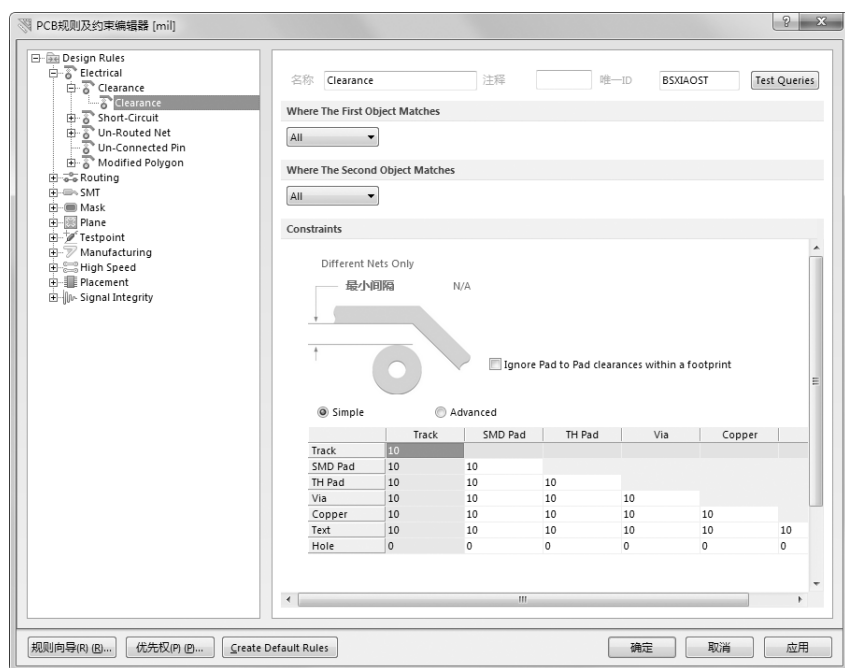

图 9-3 安全间距规则对话框
(1) “Clearance”（安全间距规则）：单击该选项，对话框右侧将列出该规则的详细信息，如图 9-3 所示。